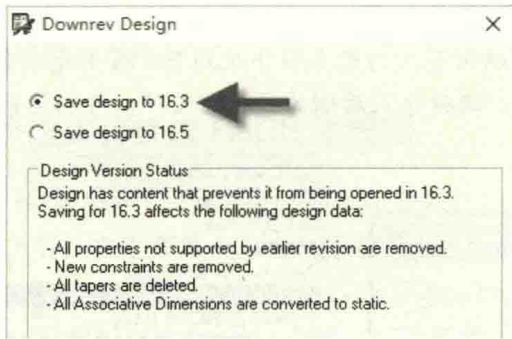

图 11-77 低版本 Allegro PCB 的导出
(1) 转换 PCB 之前, 一般需要把 Allegro PCB 的版本降低到 16.3 及以下版本。此处以 Allegro16.6 为例, 打开一个 16.6 版本的 PCB, 执行菜单命令“File-Export-Downrev Design...”如图 11-77 所示进行选择, 导出 16.3 版本。